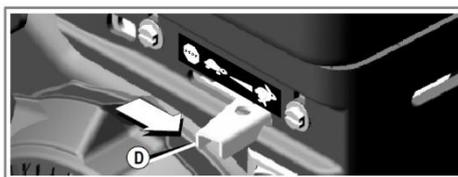

Fig. 11
5. Coloque el interruptor deslizante del motor (Fig. 11) en la posición más alta.
3. Coloque el interruptor deslizante del motor en la posición más baja (Fig. 11).